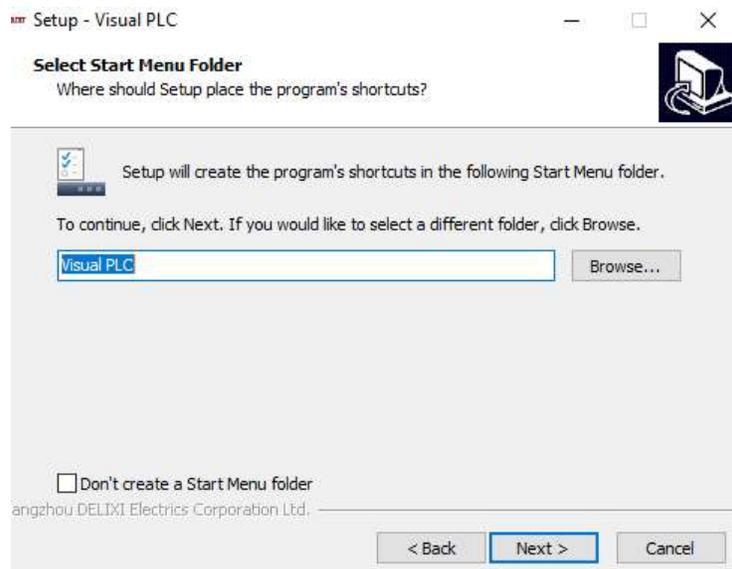

FIGURA 5
4. Haga clic en "Siguiente" en el cuadro de diálogo emergente "Seleccionar menú Inicio", (Ver figura 5)